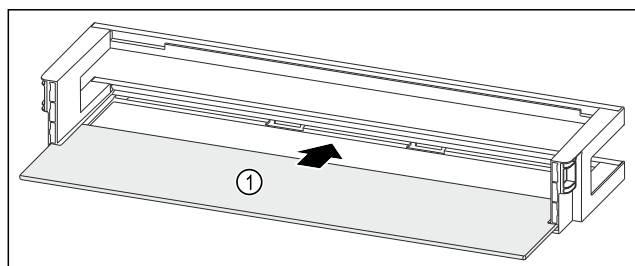

Fig. 52 Лотки на дверцятах з полицею
- ▶ Посуньте полицю Fig. 52 (1) у бічні пази.